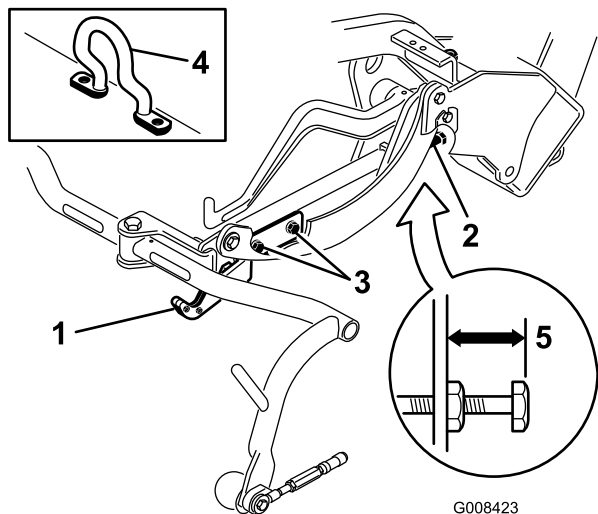
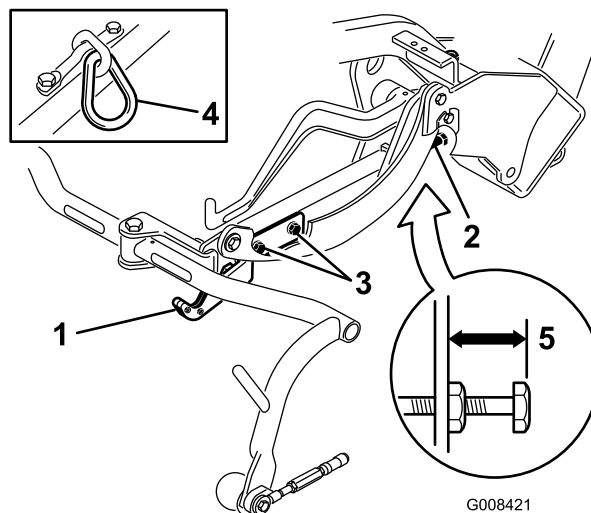
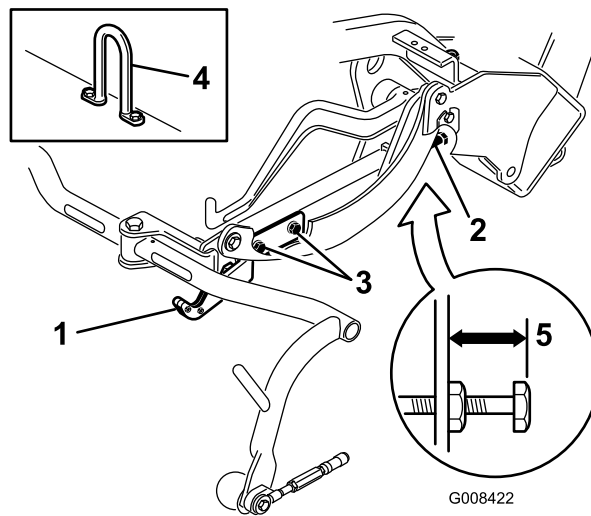

図 12
図 13
図 14
移動走行時の高さを調べ (図 13と図 14)、必要に
2. オフセット吊り下げフック (図 12、挿入図)
3. チェーンリンクまたはストレート吊り下げフック (図 13と図 14、挿入図) のついているカッティングユニットでは、キャリアフレーム調整ねじの上端からキャリアフレームの背面までの距離が 22 mm になっていることを確認する。距離が 22 mm でない場合には手順 4 へ進む。オフセットリフト・リンク (図 12) のついているカッティングユニットの場合は、次のステップに進む。
4. 移動走行プレート取り付けねじをゆるめる (図 13 と 図 14 と 図 12)。
7. キャリアフレームの高さが同じでない場合には、キャリアフレーム調整ねじについてのジャムナットをゆるめる（図 12と図 13と図 14）。高くするにはねじを外方向にまわし、低くするには内方向にまわす。調整ができたらジャムナットを締めて調整を固定する。